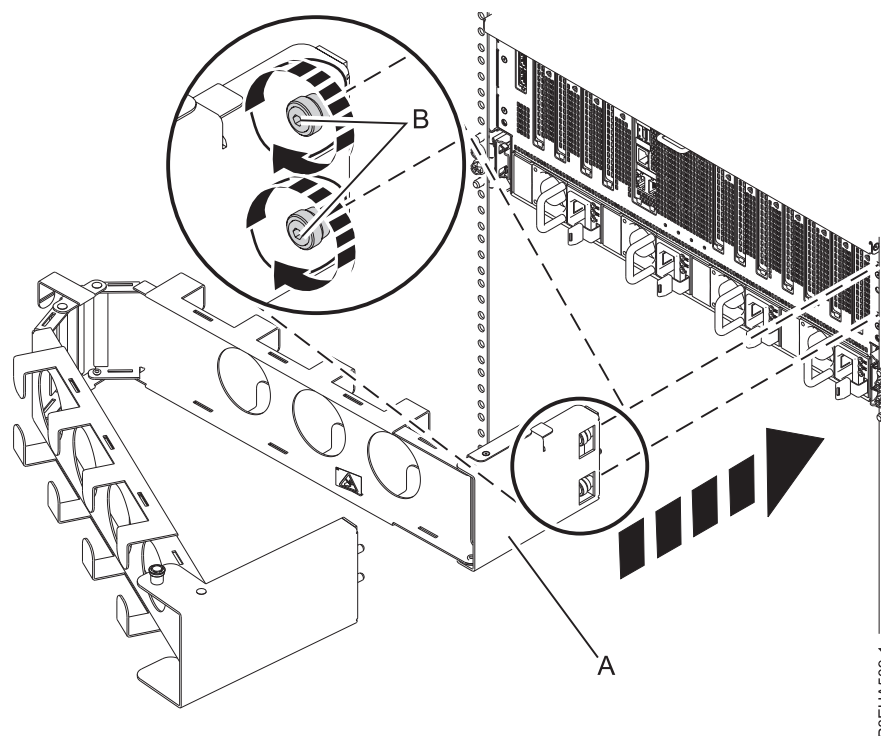

Figura 17. Fijación de la placa interna al chasis del sistema
1. Fije la placa interna (A) al chasis del sistema apretando con la mano los dos tornillos cautivos (B) en los orificios roscados del chasis, tal como se muestra en la Figura 17 en la página 17. Utilice la herramienta hexagonal T25 que se incluye con el sistema para apretar más los tornillos.